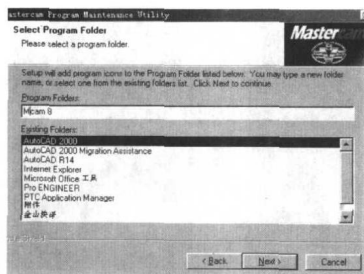

图 1-7
6) 选文件夹(子目录), 设置为 Mcam 8, 选 **Next >** (下一步), 如图 1-7 所示。